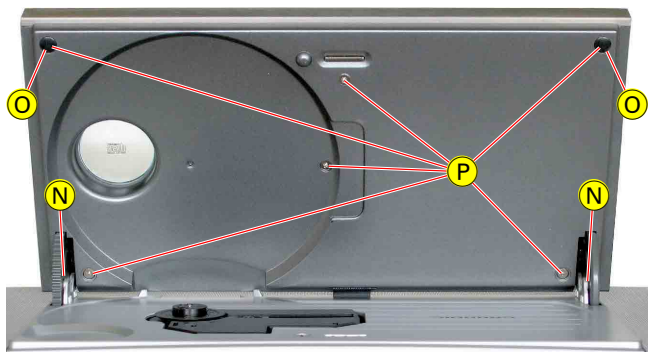

Fig. 9
- Führungen (N) (Fig. 9) vorsichtig aushebeln und Klappe abnehmen.
- 2 Abdeckkappen (O) (Fig. 9) herausnehmen.
- 6 Schrauben (P) (Fig. 9) herausdrehen.
- Cancel carefully the guide (N) (Fig. 9) and remove the flap.
- Remove the 2 cover caps (O) (Fig. 9).
- Undo 6 screws (P) (Fig. 9).